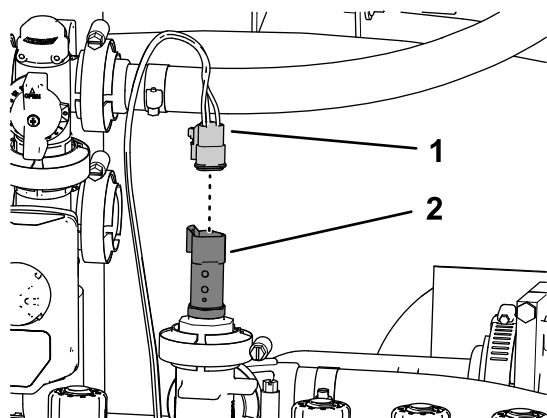

Рисунок 133
1. Подсоедините 3-гнездовой разъем ответвления жгута проводов длиной 61 см из комплекта с маркировкой PRESSURE TRANSDUCER GREEN WEDGE (ЗЕЛЕНЬКИЙ ТРЕУГОЛЬНИК ДАТЧИКА ДАВЛЕНИЯ) к 3-штыревому разъему датчика давления (Рисунок 133).